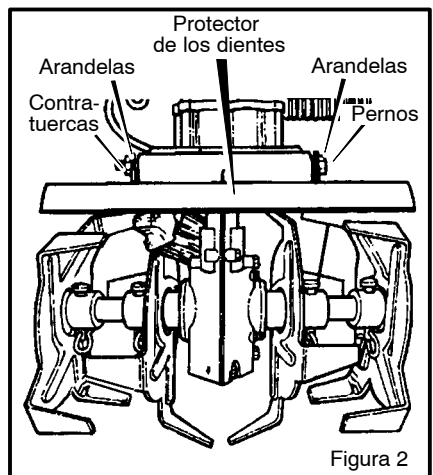

Figura 2
2. Retire las **contratuercas**, las **arandelas** y los **ornillos** de la **cubierta protectora de los dientes** (Figura 2).